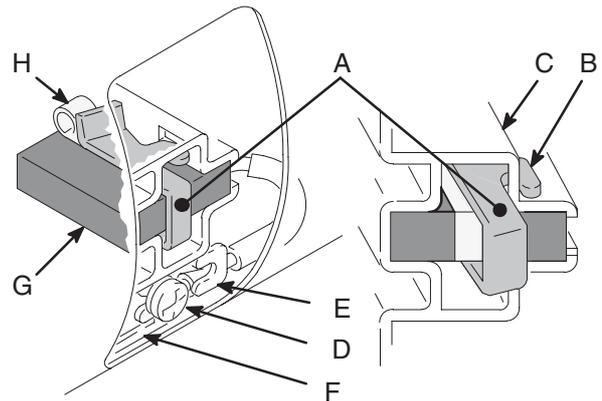

Abb. 3
5. Abb. 3. Federclip 110816 (A) hineindrücken, um die Haken (B) vom Bürstenhalter (C) zu lösen. Den Federclip herausziehen.
6. Abb. 3. Steckerschraube (D) lösen. Bürstenkabel (E) wegziehen, das Motorkabel (F) jedoch belassen. Bürste (G) und Feder (H) entfernen.
9. Abb. 3. Bürstenkabel (E) unter die Scheibe der Klemmschraube (D) schieben und Schraube festziehen. Darauf achten, daß das Motorkabel (F) mit der Klemmschraube verbunden.